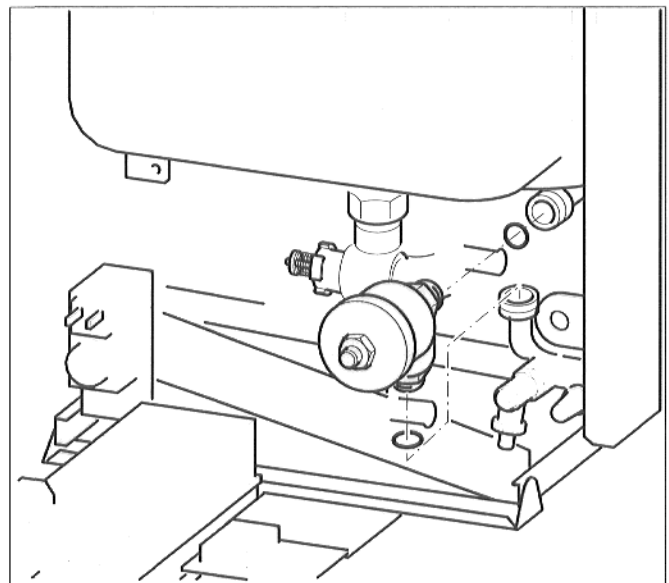

Abb. 49 Überströmventil ausbauen
- Stahlfedern an den Anschlüssen des Überströmventils abziehen und Überströmventil nach vorn entnehmen (Abb. 49).